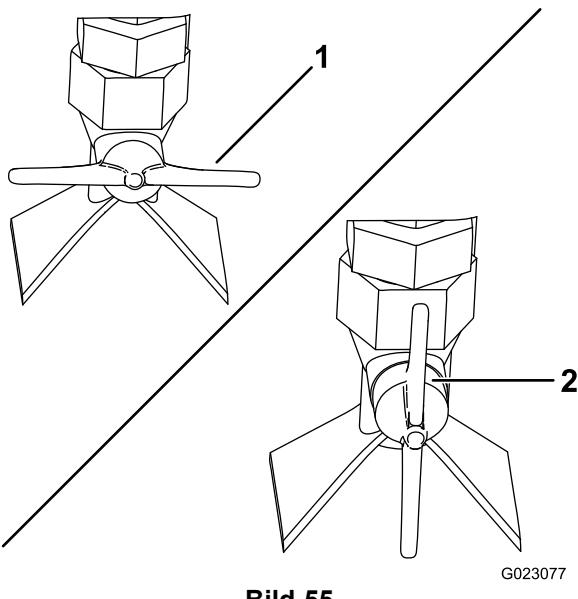

Bild 55
- Fächerförmiger Strahl: Stellen Sie das Sprühventil an der Seite der Düse waagerecht (Bild 55).
- Strahl: Stellen Sie das Sprühventil an der Seite der Düse senkrecht (Bild 55).